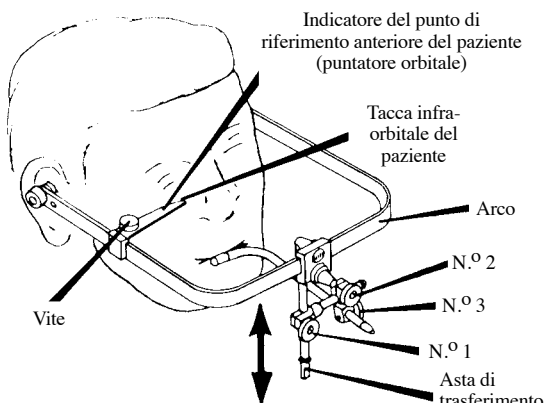

Figura 10
7. Allentare un po' la Vite a molla, quella che trattiene il Riferimento Anteriore del Paziente, Figura 10. Con molta cura far ruotare questo Riferimento (Puntatore Orbitale) fino alla prossimità della tacca infra-orbitale del paziente.